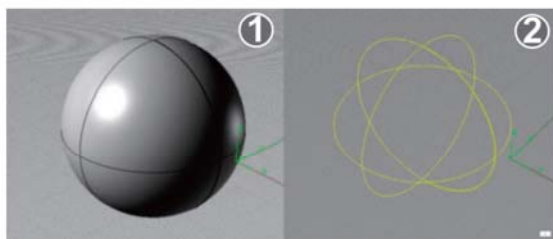

图 1.1.1 NURBS (曲面建模) 示例
NURBS 的造型特点总是由曲线和曲面来定义:图 1.1.1 中①所示是用某 NURBS 软件建立的球体,是一个光滑没有瑕疵的球体,若打开它的控制线,如图 1.1.1 中②所示,居然只有 3 个圆圈。所以,想要在 NURBS 表面生成一条有棱角的边是很困难的。可以用它做出各种复杂的曲面造型和表现特殊的效果,如人的皮肤、面貌或流线型跑车等。在高级 3D 软件中都支持这种建模方式。NURBS 能够比传统的网格建模方式更好地控制物体表面的曲线光滑程度,从而能够创建出更逼真、生动的模型。